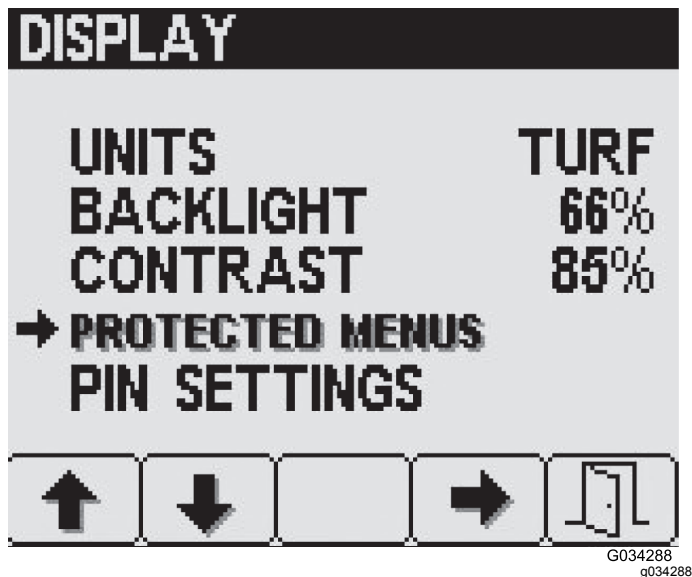

Figure 22
1. Appuyez sur le bouton 2 de l'écran Réglages de l'affichage jusqu'à ce que l'option Menus protégés soit atteinte, et appuyez sur le bouton 4 pour la sélectionner (Figure 22).
2. Appuyez sur le bouton 2 jusqu'à ce que l'option de menu protégé souhaitée soit atteinte (Figure 22).